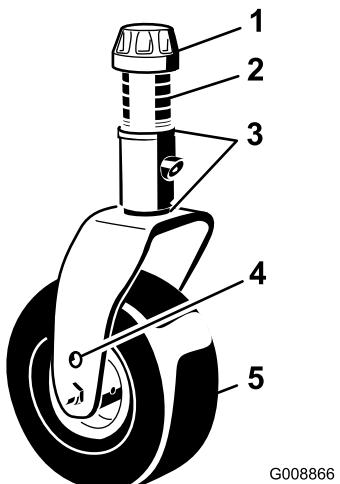

Figura 16
- Togliete il cappuccio di tensione dall'asse del perno (Figura 16) ed estraete il perno dal braccio della ruota orientabile. Montate i due spessori (3 mm) sull'asse dei perni, come erano montati in